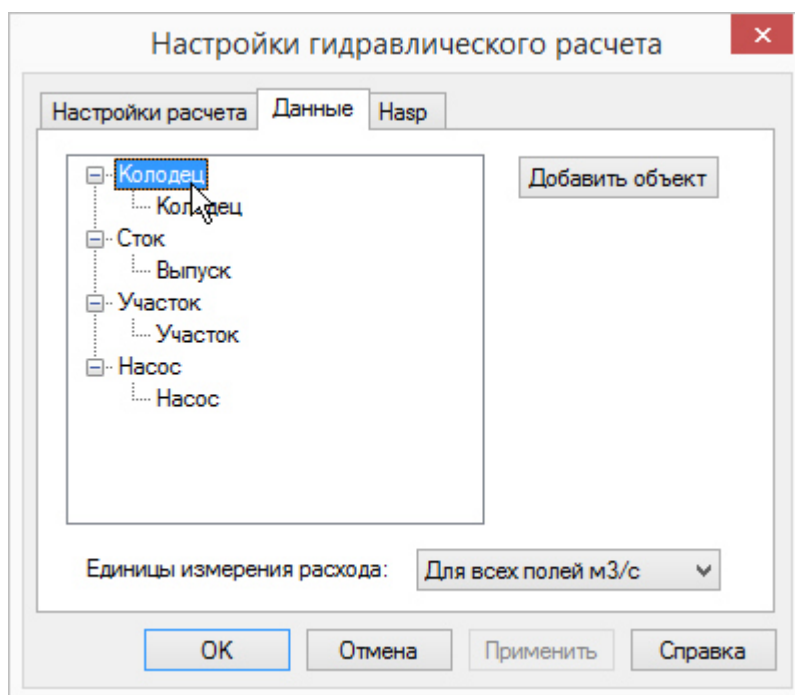

Рисунок 53. Настройка исходных данных
- 4 Перейдите на вкладку **данные**. (Рисунок 53, «Настройка исходных данных»).